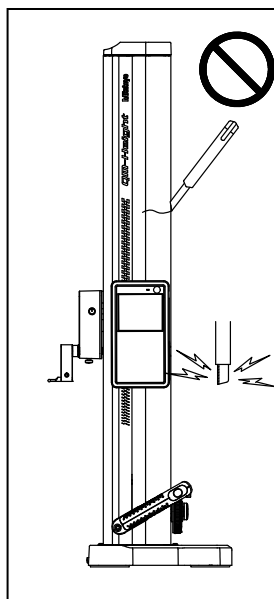

Рис. 3.
- Запрещается подвергать QM-Height воздействию внешнего электрического напряжения, например, от электрической гравировальной машины. Несоблюдение этого требования может привести к неисправностям. (Рис.3)